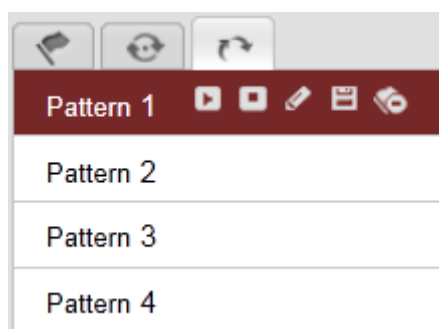

Figure 4-25 Fenêtre de configuration de séquence
2. Sélectionnez un numéro de séquence dans la liste, comme le montre la Figure 4-25.